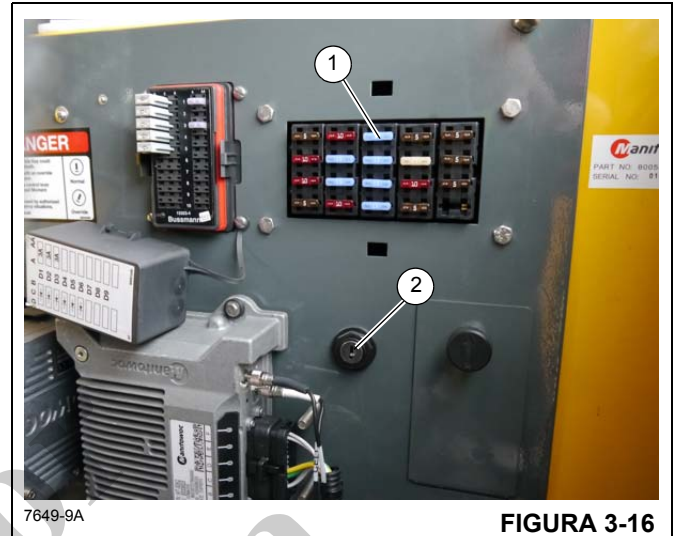

FIGURA 3-16
El tablero de fusibles (1) (Figura 3-16) se encuentra detrás del asiento de la cabina en el conjunto de tablero de relés y fusibles de la cabina. Contiene 20 fusibles que protegen los diversos componentes eléctricos de la grúa.
El interruptor de anulación de emergencia del RCL (2) (Figura 3-16) es un interruptor accionado con llave que se encuentra dentro de la cabina del operador, en el conjunto del tablero, detrás del asiento del operador. Cuando se acciona (en sentido horario), el interruptor anula el RCL y evita que bloquee las funciones de la grúa (límite de tres vueltas y prevención del contacto entre bloques), lo que ocasionaría una condición de sobrecarga. Gire la llave en sentido contrario para anular el interruptor de prevención del contacto entre bloques, la extensión/retracción telescópica, el indicador de tres vueltas (limitador de bajada del malacate) y la elevación/bajada de la pluma.